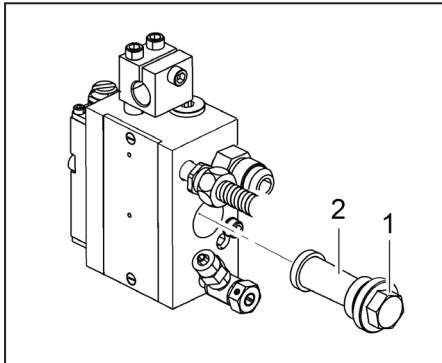

Bild 3: Filterpatrone ein- oder ausbauen
- Entfernen Sie die Verschlußschraube (Bild3/1).
- Ziehen Sie die Filterpatrone (Bild3/2) mit einer Spitzzange heraus.